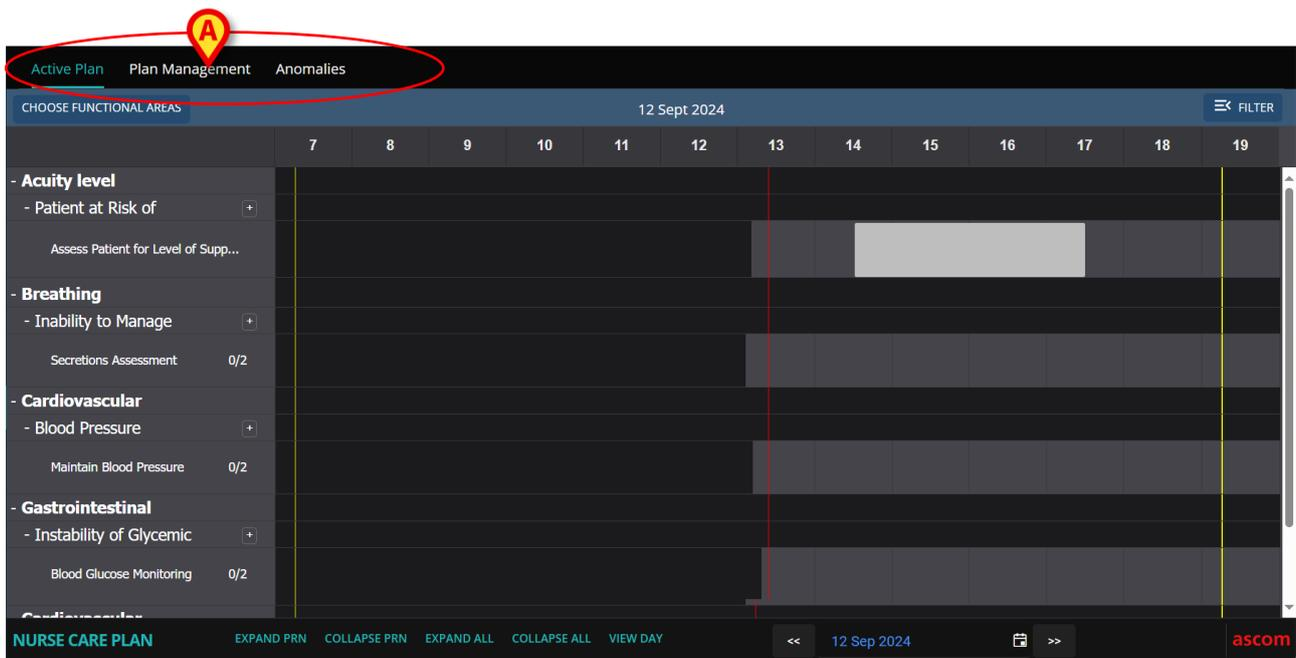

Fig 2
La pantalla que aparece seleccionada por defecto al iniciar el módulo es "Active Plan" (Fig 2), que, al ser el entorno en el que se documentan diariamente las actividades, es el principal "lugar de trabajo" para el usuario final.
- Haga clic en una de las pestañas indicadas en la Fig 2 **A**.